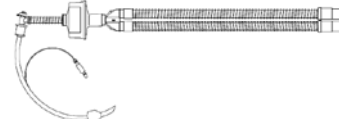

図 3-1 エア・フィルタの接続位置(呼吸回路の患者側)
2. 患者側で使用する場合、本品を呼吸回路のできるだけ患者に近い位置にしっかりと接続する(図 3-1 の位置を参照)。このとき、本品を加温加湿器・ネブライザと患者との間に接続して使用しないこと。